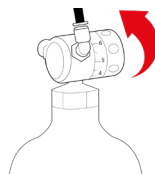

Fig. 6-14
28.17 – Ruotare la manopola di regolazione del riduttore di pressione, portandola da OFF a 4,5 Bar (0,45 MPa), vedi Fig. 6-14, in questa fase e in quelle successive **si raccomanda di tenere sempre la bombola verticale con la valvola rivolta verso l'alto**, attendere circa un minuto per fare defluire la pressione all'interno dell'apparecchio e controllare che non vi siano perdite utilizzando un comune cercafughe spray a base di soluzione saponaria. Nel caso si rilevassero delle piccole perdite di gas ruotare immediatamente la manopola di regolazione del riduttore di pressione sulla posizione OFF per chiudere il gas, vedi Fig. 2-14.